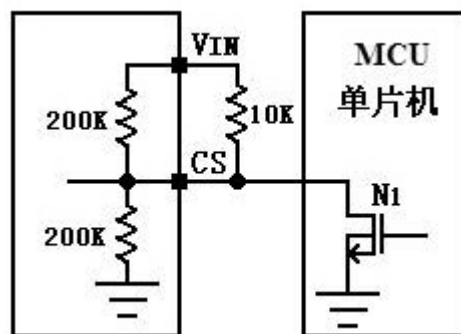

图 4 受外部控制的 4.2V 锂离子电池充电状态与停机状态的切换
4.2V 锂离子电池充电状态与停机模式的切换。如图 4 所示，通过一个开漏输出端口与 CS 端连接，如果 NMOS 管栅极输入低电平，N1 截止，此时 CS 端接高电平，则充电截止电压为 4.2V，HM5065 为锂离子电池充电。当 NMOS 管栅极输入高电平，N1 导通，此时 CS 端被下拉到 GND，HM5065 为停机模式。